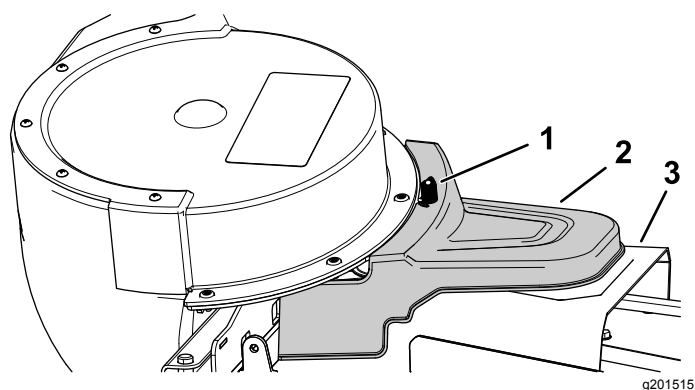

Figura 2
3. Retire el pomo, tal y como se muestra en la Figura 2.